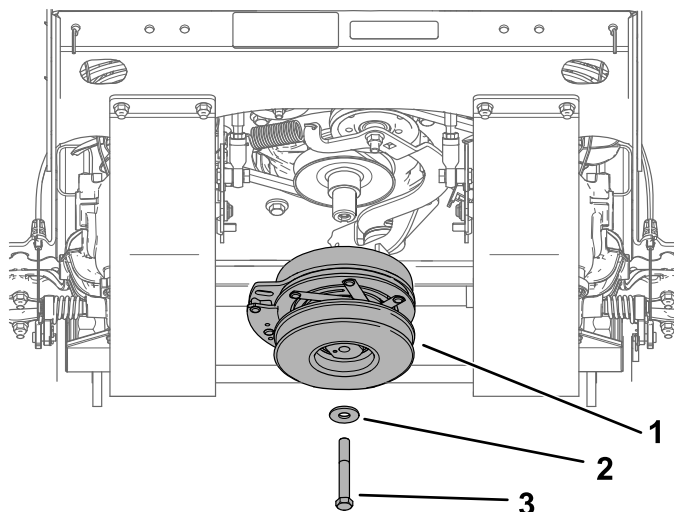

**Figura 56**
4. Retire los 2 pernos y la placa del protector (Figura 56).